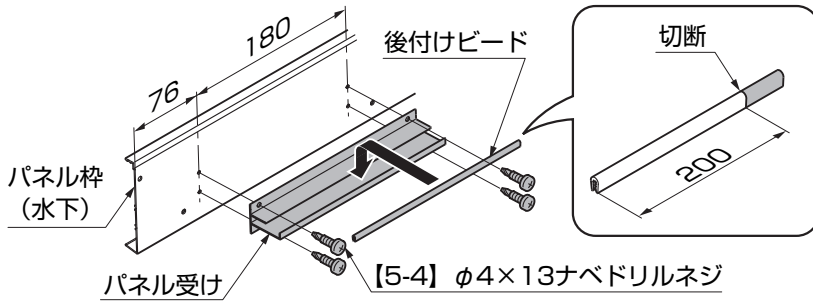
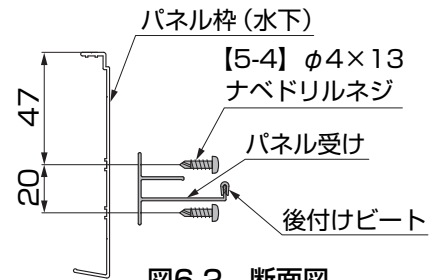

図6-1 パネル枠 (水下) の組立て
図6-2 断面図
- ① パネル受けをパネル枠 (水下) に【5-4】で取付けてください。(図6-1、図6-2参照)
- ② 後付けビードをパネル受けに取付けてください。(図6-1参照)